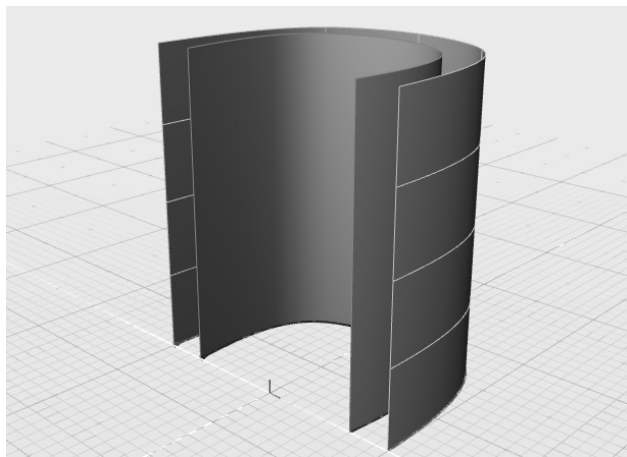

图 5-83 将外部曲线挤出曲面
2) 重复挤出操作, 这次针对外部曲线, 同样设定沿 Z 轴正向、挤出距离 22cm, 如图 5-83 所示。